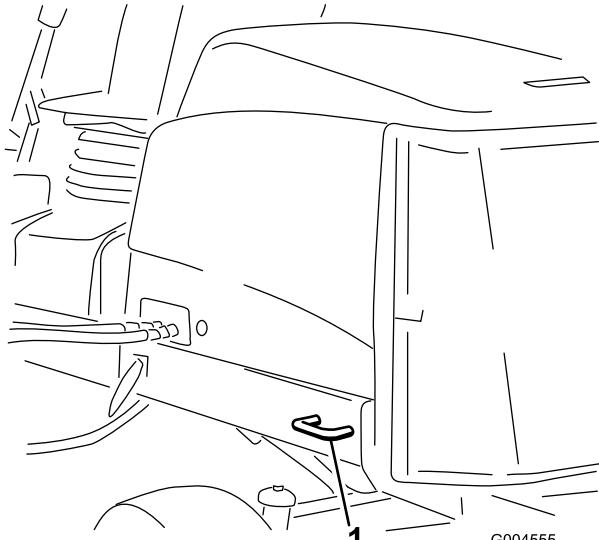

图40
- 使用机器上的金属栓系点，用箍带、链条、缆绳或绳索将机器牢牢固定在拖车或卡车上（图39 和图40）。
- 后部——机器后部机架的两侧（图40）。